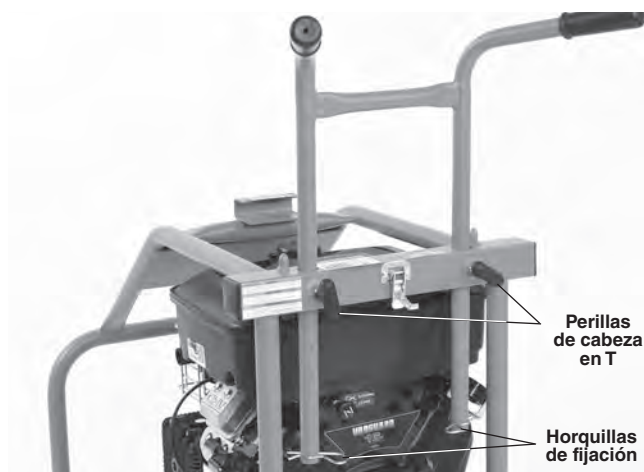

Figura 6 – Montaje del mango de la KJ-3100
1. Meta los dos brazos del mango en los dos agujeros en el travesaño posterior del bastidor (Figura 6).